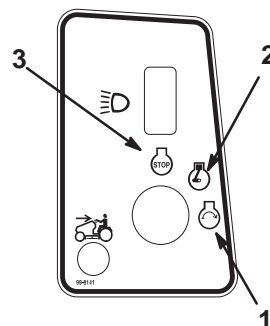

Figure 11
6. Tournez la clé de contact dans le sens des aiguilles d'une montre et maintenez-la en position de démarrage (Fig. 11). Relâchez-la quand le moteur démarre.
2. Tournez la clé de contact en position contact coupé et enlevez-la (Fig. 11).